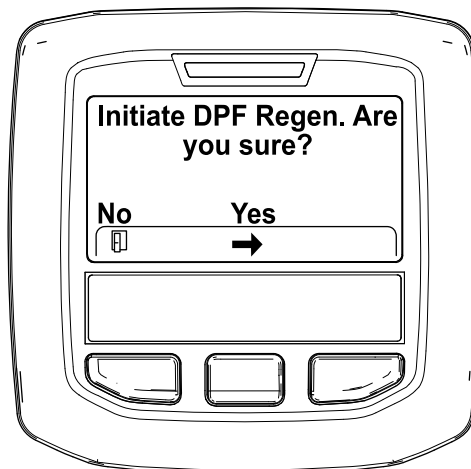

Figure 34
4. Quand le message « Initiate DPF Regen. Are you sure? » (lancer régénération FAP. Êtes-vous sûr(e)?) s'affiche, appuyer sur le bouton central (Figure 34).